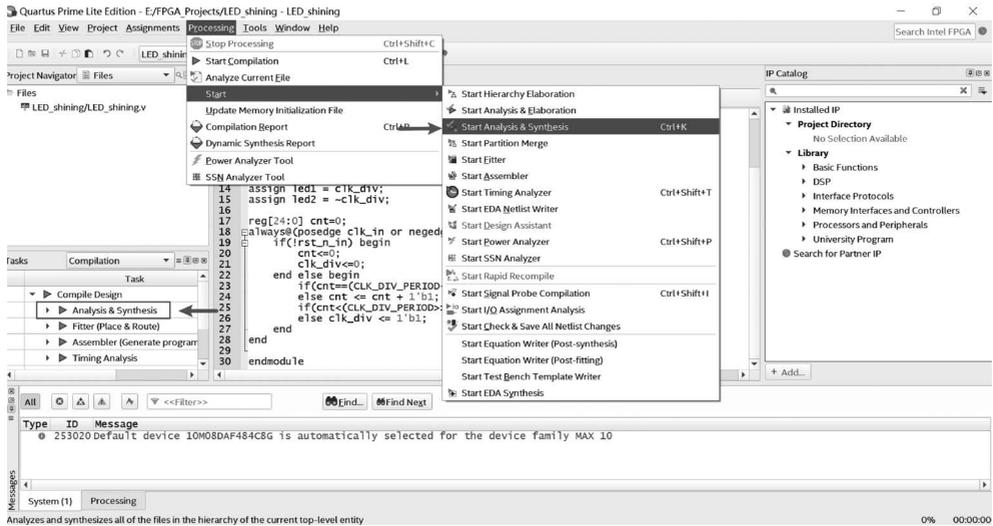

图 3.38 Quartus Prime 分析综合操作步骤页面
(1) 选择菜单栏中的 Processing→Start→Start Analysis & Synthesis 选项,或单击工具栏中的 Start Analysis & Synthesis 按钮,Quartus Prime 分析综合操作步骤页面如图 3.38 所示。